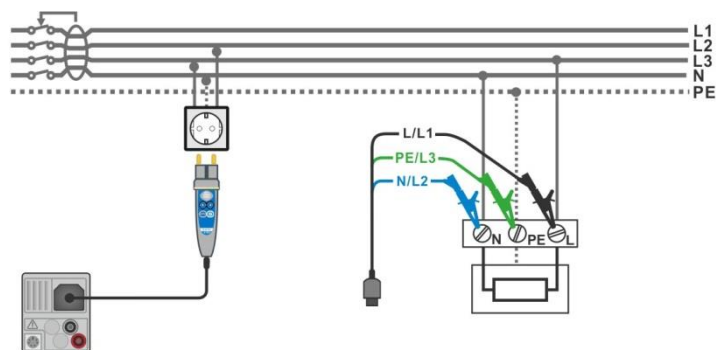

Figura 7.23: Conexión del Plug Commander y la punta de prueba de tres hilos
- Conecte las puntas de prueba o el Commander al objeto a prueba (vea la **Figura 7.23**).
- ▶ Conecte las puntas de prueba o el Commander al objeto a prueba (vea la **Figura 7.23**).
| <ul style="list-style-type: none"> <li>Entre en la función RCD Auto.</li> <li>Establezca los parámetros/límites.</li> <li>Conecte el cable de prueba al instrumento.</li> <li>Conecte las puntas de prueba o el Commander al objeto a prueba (vea la Figura 7.23).</li> <li>Inicie la medición.</li> </ul> | Inicio de la prueba          |